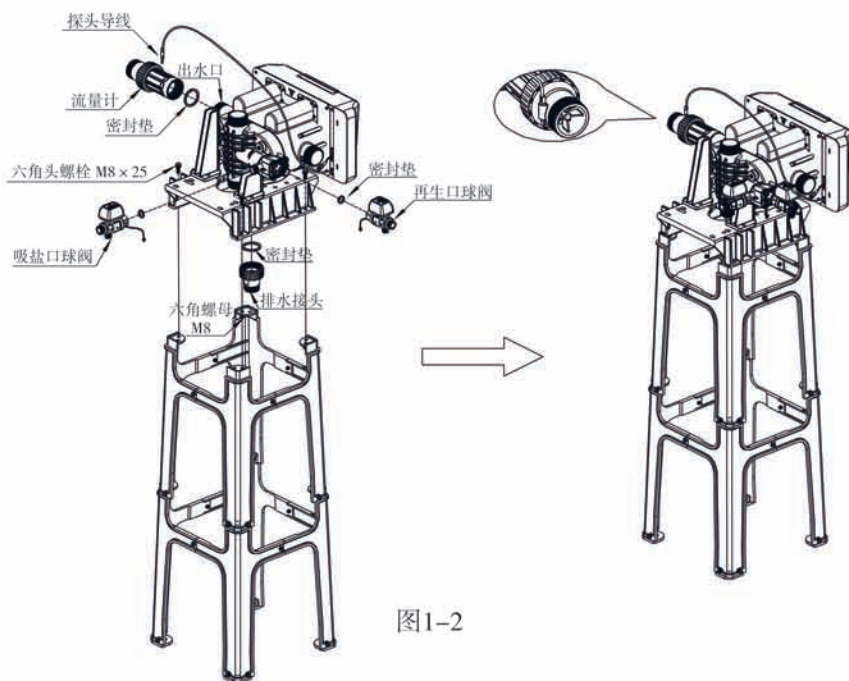

图1-2
- a、如图1-2所示，用4只M8×25六角头螺栓将阀安装在椅架上；
- b、如图1-2所示，把密封垫放入流量计的连接件内，旋入控制阀的出水口，将传感器插入流量计（当控制阀为时间型时，无此步骤）；
- c、如图1-2所示，吸盐口球阀及再生口球阀安装时需放入密封垫。
- d、如图1-2所示，将带密封垫的排水接头与阀体的排水口旋紧。
②安装树脂罐及连接上下布